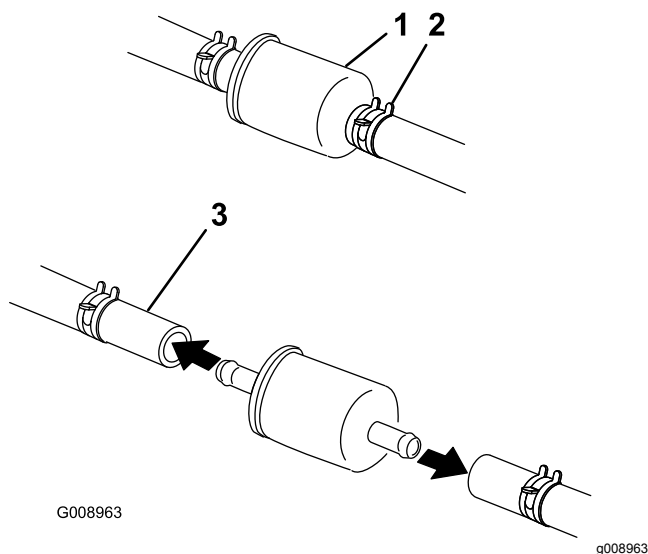

Figura 50
5. Chiudete la valvola di intercettazione del carburante sotto il sedile (Figura 50).
8. Montate un nuovo filtro ed avvicinate le fascette stringitubo al filtro (Figura 50).
6. Premete le estremità delle fascette stringitubo ed allontanatele dal filtro (Figura 50).